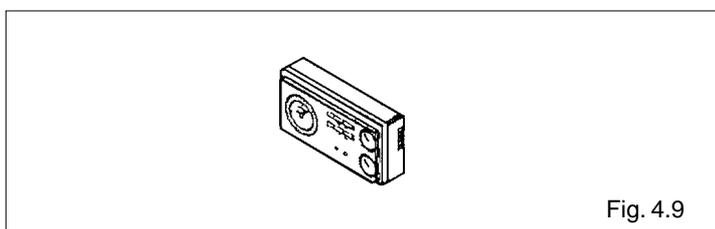

Fig. 4.9
- se intervenga en el termostato ambiente o en el programador horario (fig. 4.9);